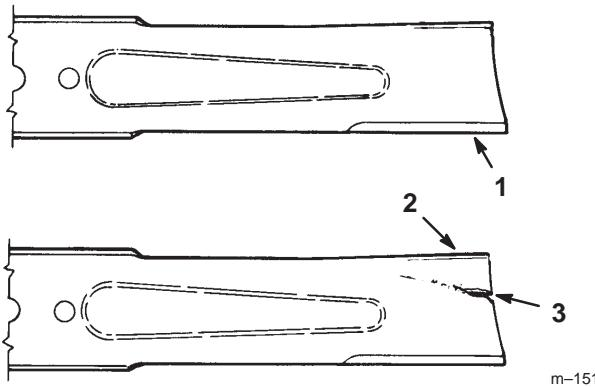

Bild 27
1. Untersuchen Sie die Schneidkanten (Bild 27). Bauen Sie, wenn die Kanten nicht scharf sind oder Kerben aufweisen, das Schnittmesser aus und schärfen es. Siehe „Schärfen des Schnittmessers“ auf Seite 28.
2. Untersuchen Sie das Schnittmesser, insbesondere den gebogenen Bereich (Bild 27). Montieren Sie, wenn Sie Schäden, Verschleiß oder Rillenbildung in diesem Bereich feststellen (Bild 27), sofort ein neues Schnittmesser.